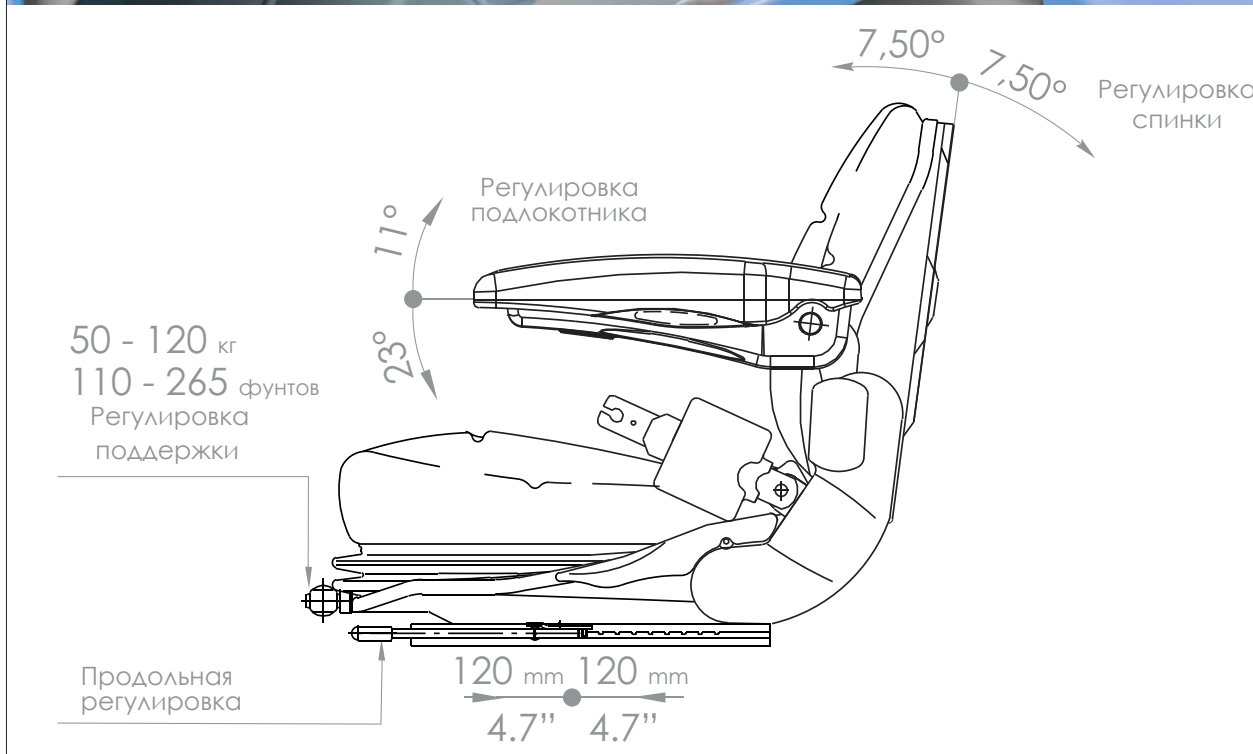

РИС. 26
- 2) Потяните и удерживайте рычаг (**РИС. 26 – Сс. 1**), расположенный под сиденьем с правой стороны.
- 2) Поворачивайте ручку (**РИС. 26 - Сс. 2**) по часовой (+) или против часовой (-) стрелки чтобы отрегулировать подвеску сиденья под вес оператора.
- 3) После этого установите рычаг (**РИС. 26 - Сс. 2**) горизонтально, чтобы избежать его повреждения.
• Для регулировки подлокотников сидений поверните ручку (**РИС. 26 - Сс. 4**), расположенную под ними
- 2) Потяните ручку (**РИС. 26 - Сс. 3**) и удерживайте ее.
- 3) Установите спинку в желаемое положение и отпустите ручку (**РИС. 26 - Сс. 3**), чтобы зафиксировать ее на месте.